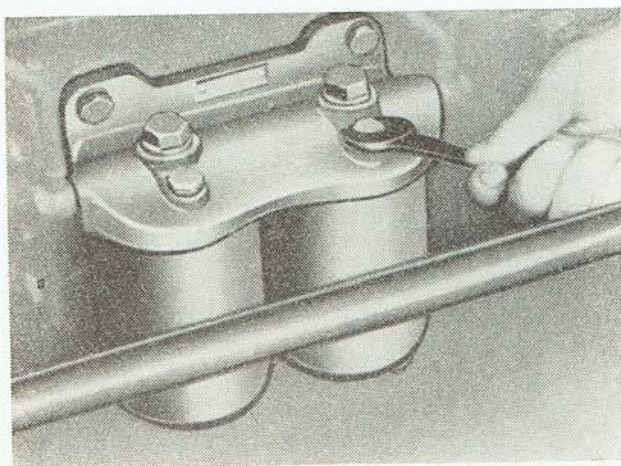

Abb. 34
2. Die Entlüftungsschrauben der Kraftstoff-Filter (Abb. 34) sind zu lösen und mit der Hand ist die Förderpumpe so lange zu betätigen, bis aus beiden Öffnungen Kraftstoff ohne Luftblasen ausfließt.